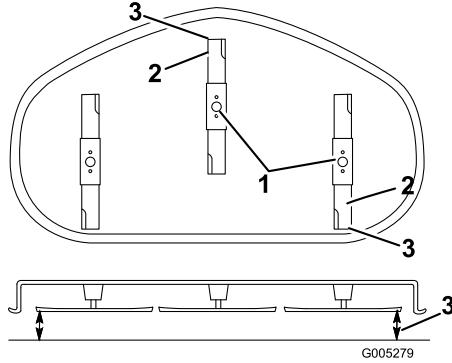

Figura 45
5. Impostate l'altezza di taglio alla posizione **D** (76 mm), e fate girare con cautela le lame in modo che siano disposte longitudinalmente (Figura 45).
6. Misurate il valore dalla punta della lama anteriore e dalla punta della lama posteriore alla superficie piana (Figura 45). Se la punta della lama anteriore non è inferiore alla punta della lama posteriore di 1,6-7,9 mm, regolate il dado di bloccaggio anteriore.
più bassa di 1,6–7,9 mm rispetto a quella posteriore (Figura 45).